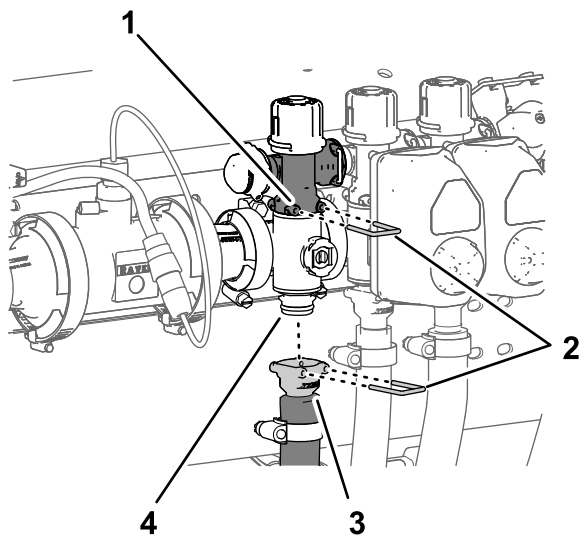

Figura 125
- Retire o pino de ligação rápida que prende o acoplador de ligação rápida para a válvula de distribuição de secção à válvula do coletor da secção (Figura 125).
- Retire o pino de ligação rápida que prende o acoplador de ligação rápida para o tubo de fornecimento de seção ao coletor para a união de ligação rápida da válvula do coletor da seção (Figura 125).